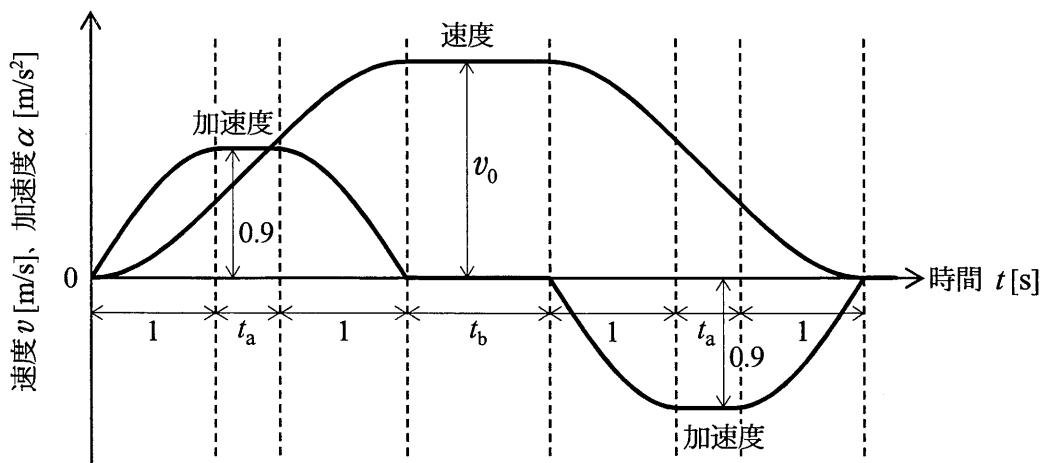

図2 エレベータの正弦波運転曲線による運転パターンの例
- (2) 次の各文章の 8 ~ 12 の中に入れるべき最も適切な数値又は式をそれぞれの解答群から選び、その記号を答えよ。なお、円周率 $\pi=3.14$ とする。
最近のエレベータでは、消費電力の低減や利便性を改善するため、様々な工夫がされている。その一つが運転曲線の見直しである。図2は、エレベータを加速度の変化を滑らかにした正弦波運転曲線のパターンで運転するときの一例を示したものである。最大加速度を乗り心地の観点から 0.9 m/s^2 とし、従来は直線としていた加速度の変化を、次の式①に示すような正弦波としている。ここで、 $v [\text{m/s}]$ はエレベータの速度、 $\alpha [\text{m/s}^2]$ は加速度、 $t [\text{s}]$ は時間を表している。また、後半の減速期間は加速度の符号を反転した以外は加速期間と同じパターンとなっている。